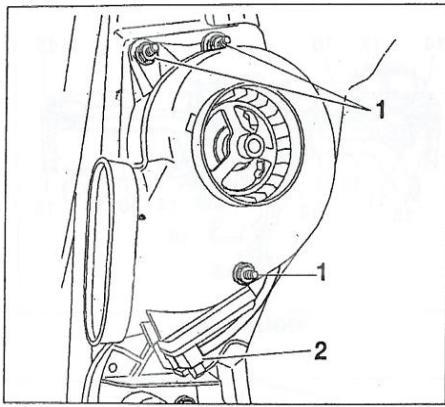

FIGURA 10-8
- Desmontar las tuercas (1) y el conector (2) (figura 10-8).